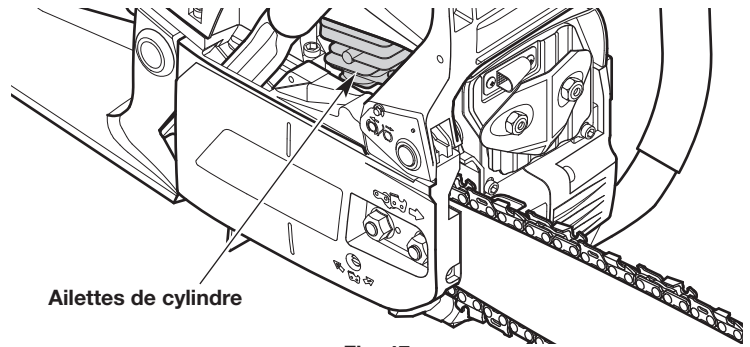

Fig. 47
4. Utilisez de l'air comprimé, jusqu'à 40 livres par pouce carré, pour souffler les débris des ailettes du cylindre (Fig. 47). Les ailettes du cylindre doivent être régulièrement nettoyées pour réduire le risque de blessures ou de dommages à l'appareil à la suite d'un incendie. Portez toujours des lunettes de sécurité lors de l'utilisation d'air comprimé. N'utilisez pas d'eau ou d'autres liquides pour nettoyer les ailettes du cylindre. Utilisez une petite brosse métallique pour enlever les débris tenaces. Si une quantité importante de débris demeure présente, faites nettoyer l'appareil par un centre de réparations agréé.